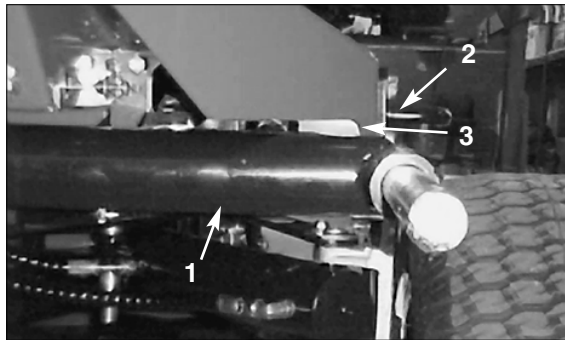
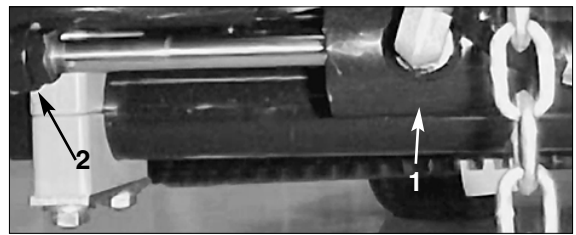
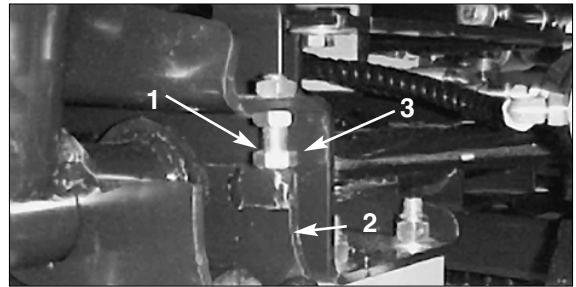

Bild 1
Bild 2
Bild 3
1. Starten Sie den Motor, heben die Schneidwerke an und kontrollieren, ob der Abstand zwischen jedem Hubarm und dem Befestigungsprofil an der Grundplatte zwischen 0,46 und 0,81 cm (Bild 1) beträgt. Ziehen Sie, wenn der Abstand außerhalb dieses Bereichs fällt, die Anschlagschrauben (Bild 3) zurück und stellen den Zylinder so ein, dass sich der korrekte Abstand ergibt. Drehen Sie zum Einstellen des Zylinders die Klemmmutter am Zylinder (Bild 2) zurück, entfernen den Stift vom Stangenende und drehen den Lastbügel. Stecken Sie den Stift wieder ein und kontrollieren den Abstand. Wiederholen Sie diese Schritte bei Bedarf. Ziehen Sie die Klemmmutter am Lastbügel fest.
2. Kontrollieren Sie, ob der Abstand zwischen jedem Hubarm und der Anschlagschraube zwischen 0,13 und 1,02 mm (Bild 3) beträgt. Stellen Sie, wenn der Abstand außerhalb dieses Bereichs fällt, die Anschlagschrauben auf diesen Abstand ein.